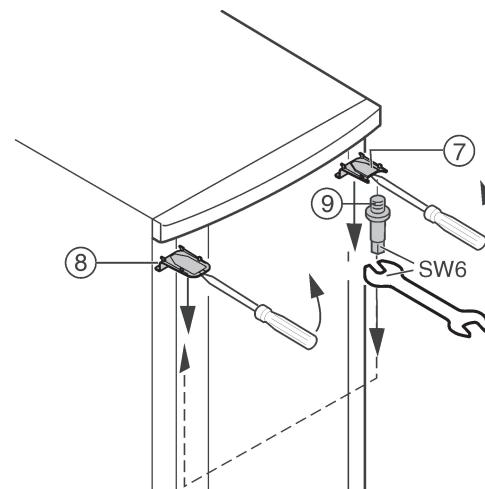

Fig. 6
- Odstraňte kryt Fig. 6 (7) a kryt Fig. 6 (8) šroubovákom vpředu uvolněte ze západek a odstraňte pohybem šikmo směrem dolů.
- Vyšroubujte ložiskové čepy Fig. 6 (9) a na protější straně zašroubujte silou (**4 Nm**).
- Namontujte opět kryt Fig. 6 (7) na straně ložiskového čepu: vzadu nasadte, vpředu nechte zaskočit do západek.
- Namontujte opět kryt Fig. 6 (8) na protější straně: vzadu nasadte, vpředu nechte zaskočit do západek.
- Zavěste dveře nahore do ložiskového čepu Fig. 6 (9).